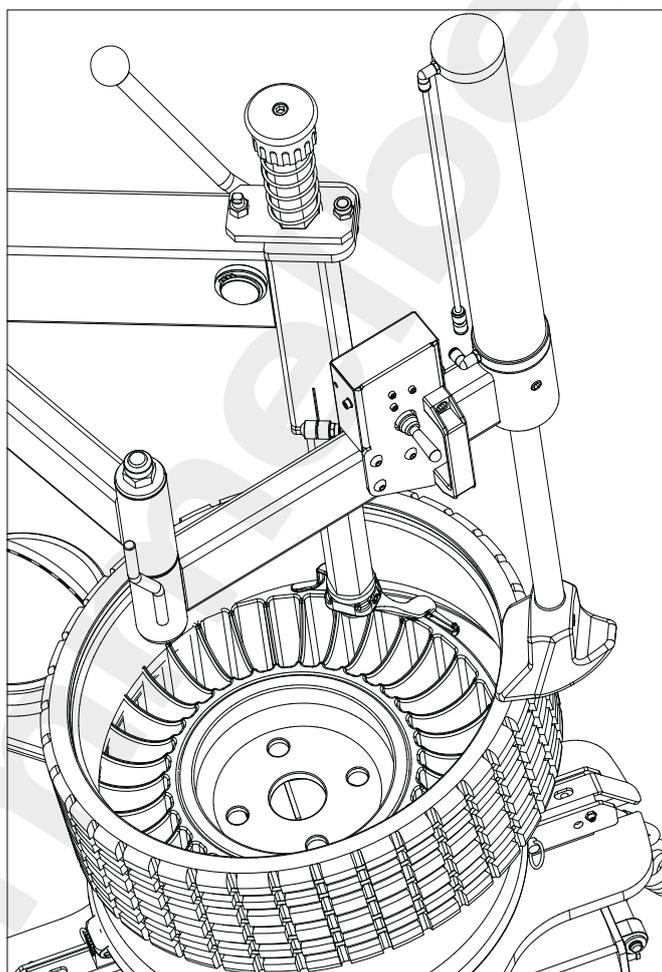

Рис. 10-12
10.3.2 После нанесения шиномонтажной пасты или концентрированной мыльной воды на кромку шины, поместите шину наклонно на диск (левая часть сверху, правая часть - снизу) и нажмите на шестигранный шток для его перемещения вниз, рис. 10-12. Установите монтажную головку рядом с кромкой диска и зафиксируйте её. Расположите левую заднюю кромку шины над хвостовой частью монтажной головки, а правую переднюю кромку шины под выступающим положением монтажной головки. Поверните поворотный стол по часовой стрелке, чтобы направить нижнюю кромку шины в канавку диска. Если имеется внутренняя камера, то сначала вставьте ее в шину и проденьте сердечник клапана.